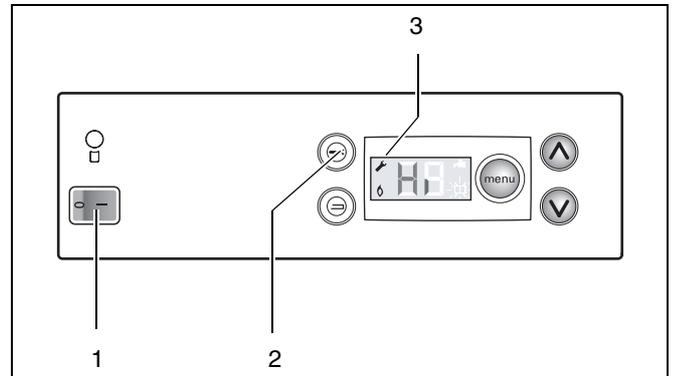

Fig. 23 Tableau de commande - mode Hi
- Mettre l'appareil hors service en plaçant l'interrupteur principal du tableau de commande (fig. 23, pos. 1) en position "0".
- Mettre l'appareil en marche en plaçant l'interrupteur principal en position "1" (fig. 23, pos. 1).
- Mettez l'appareil en mode "Hi" en appuyant deux fois sur la touche de service (fig. 23, pos. 2) jusqu'à ce que le symbole de la clé de serrage s'affiche en haut à gauche de l'écran (fig. 23, pos. 3). Voir menu 2: "Mode de service", page 19).
- Mettre l'appareil hors service en plaçant l'interrupteur principal en position "0" (fig. 23, pos. 1).